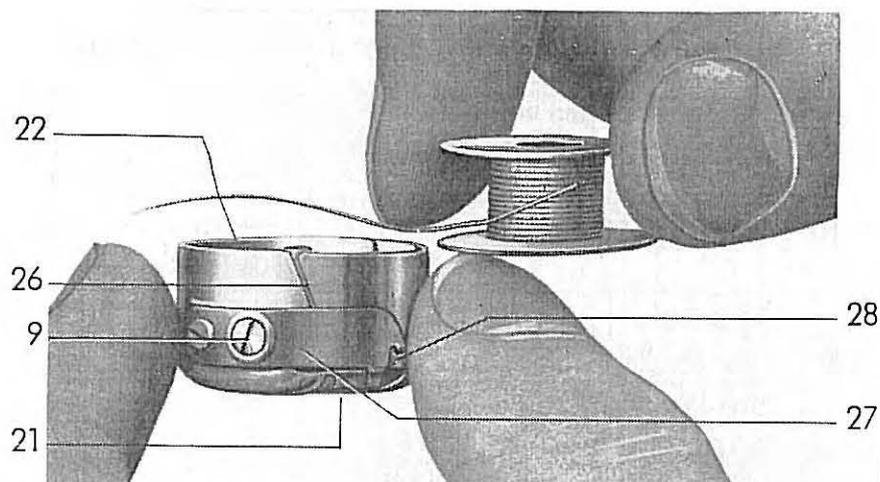

Fig. 4
4. **Enlèvement de la boîte à canette avec sa canette (fig. 4)**
6.1. Enfilage du fil de la canette (figs. 4 et 4a)
Saisir le clapet 21 (fig. 4) de la boîte à canette avec le pouce et l'index de la main droite de sorte que le clapet soulevé retient la canette dans la boîte et engager la boîte à canette sur la tige centrale du support de la boîte à canette de sorte que l'extrémité du clapet soit orientée vers l'ouvrière. Pour plus de sûreté on appuie encore avec le pouce, car un boîtier qui n'est pas bien enclenché peut provoquer sa casse ou celle de l'aiguille.
8.2. **Fil de canette.** Pour régler sa tension, on se sert de la vis de réglage 9 (fig. 4) à la partie supérieure de la boîte à canette. Tourner à droite pour augmenter la tension et à gauche pour la diminuer.